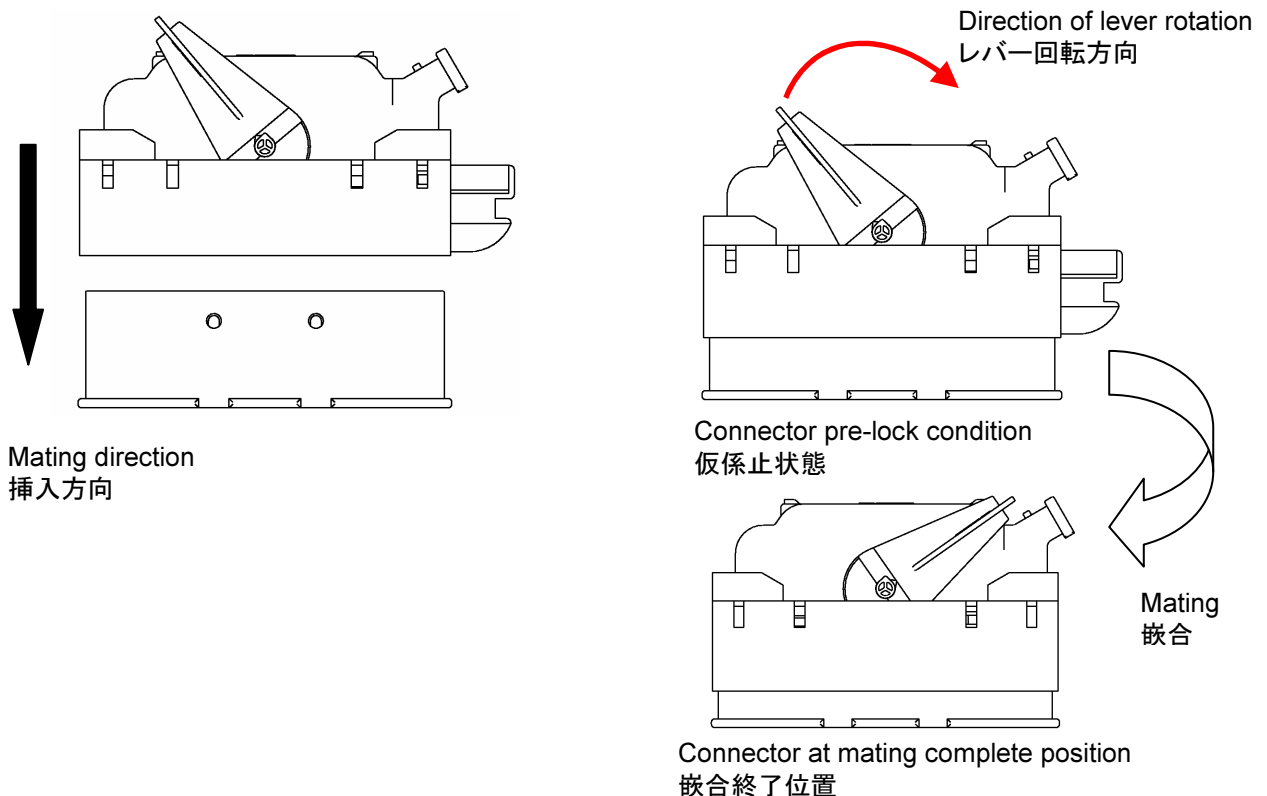

Fig.7
- (2) After locking off lever assy, Please operate (rotate) lever and the connector is pre-lock condition. If do not rotate lever, you check lever assy lock free position. (See Fig.7) .
(Fig.7 参照)レバーが回転できない場合は、無理に動かさず、レバーアッシーのロックが完全に解除されているか確認して下さい。